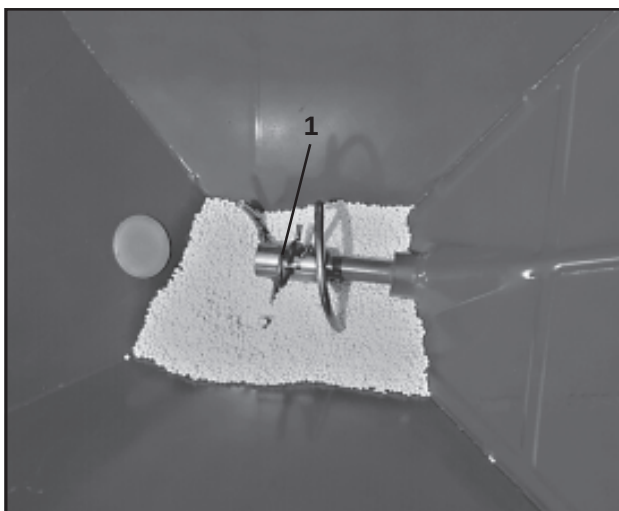

Fig. 9.2
2. Sikringsanordningen til rørekslen, sker over hårnåle splitten (Fig. 9.2/1) til omrører spiralen.